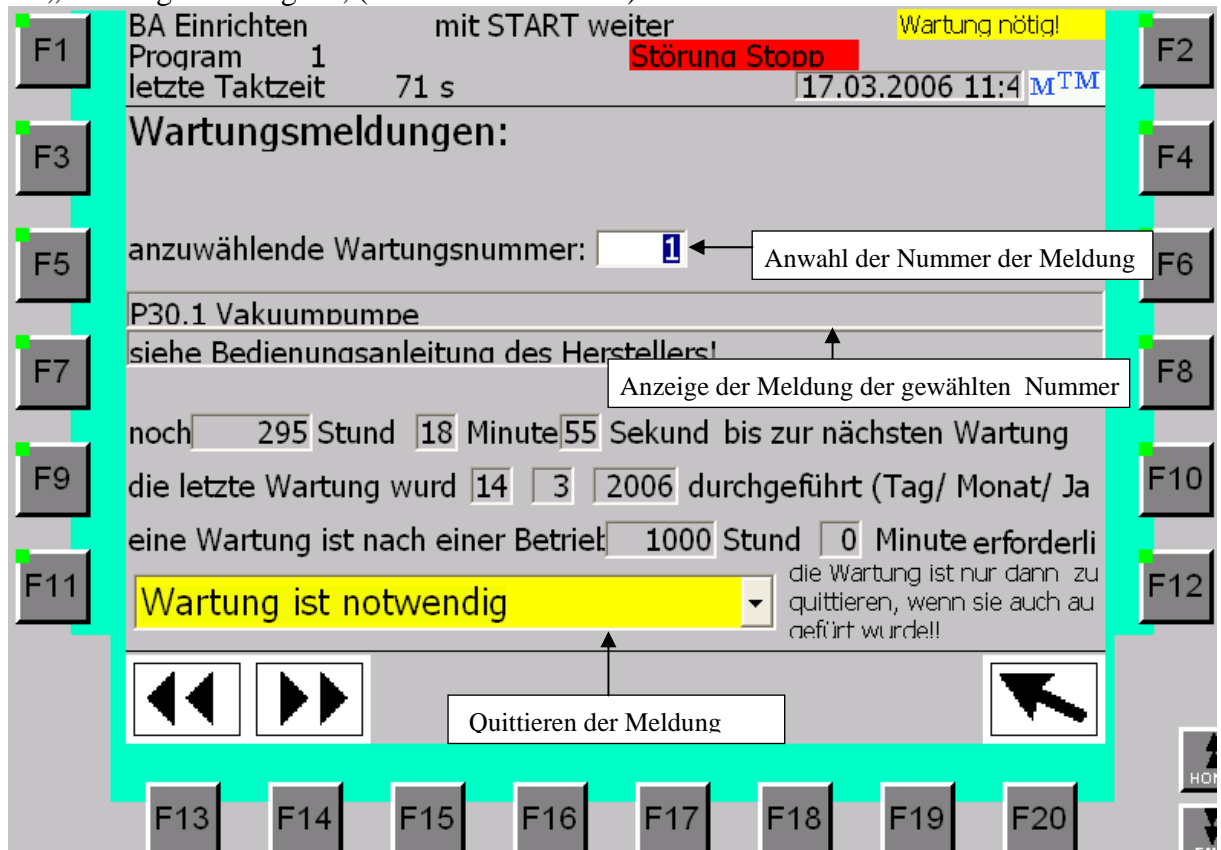

Bild 14.0
- Aus dem Systembild gelangt man mit der Funktionstaste **F11** in unten stehendes Bild 14.0 „Wartungsmeldungen“, (im MB277 Bild 050).
- Zusätzlich erhält man eine Information wie lange es noch bis zu dieser Wartung dauert sowie das Datum ihrer letzten Durchführung, siehe Bild 14.0.
- Zur Quittierung der anstehenden Meldung geht man in das untere Eingabefeld, siehe Bild 14.0, eine Meldung sollte erst nach ihrer Durchführung ausgeführt werden!